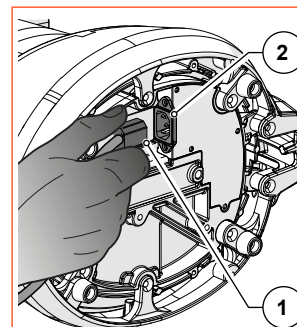

Fig. 8
- Innestare la presa del cavo di alimentazione (Fig. 8 Part. 1) al connettore IEC sulla parte inferiore dell'apparecchio (Fig. 8 Part. 2);